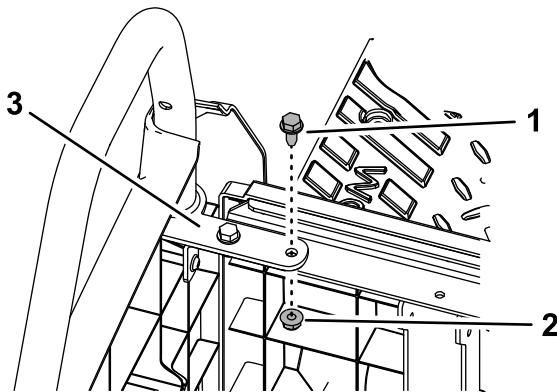

图3
3. 从左、右后臀部固定支架上卸下内螺栓5/16 x 3/4 英寸和螺母5/16 英寸图3。